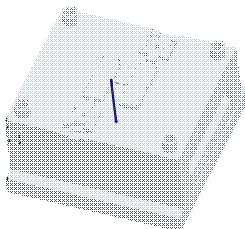
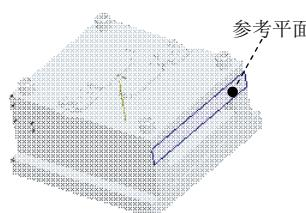
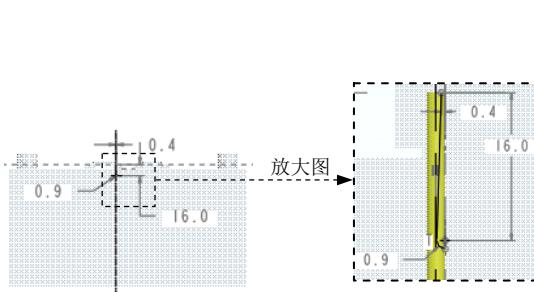

图 31.85 激活顶杆 1
图 31.86 选取移动方向
图 31.87 截面草图
Step6. 编辑顶杆 1。在模型树中选择 并右击，从弹出的快捷菜单中选择 激活 命令，激活顶杆，如图 31.85 所示（此顶杆与 Step3 中创建的浇口相干涉）；单击 模型 功能选项卡 形状 ▾ 区域中的 旋转 按钮，此时系统弹出“旋转”操控板；选取 MOLD_RIGHT 基准平面为草绘平面，然后选取图 31.86 所示的表面为参考平面，方向为 右，绘制图 31.87 所示的截面草图；完成截面的绘制后，单击“草绘”操控板中的“确定”按钮 ；在操控板中单击 按钮，然后单击 按钮，完成特征的创建。